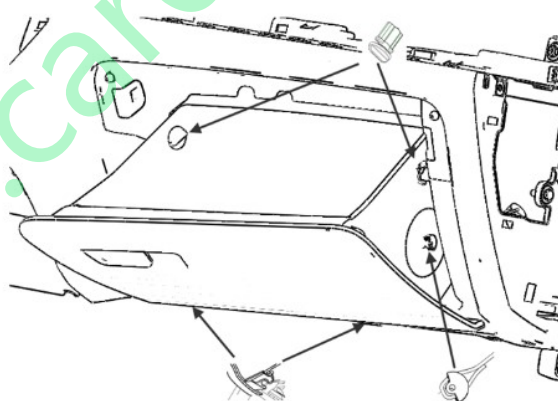

图 1.5.9 杂物箱总成拆卸示意图
- (1) 将杂物箱打开，然后在杂物箱右侧找到杂物箱气动弹簧拉绳，将拉绳再拉长一点使得其脱出杂物箱上的半圆结构，按图 1.5.9 所示脱开气动弹簧拉绳与杂物箱总成的连接；
- (2) 将杂物箱两侧的限位块通过旋转 90 度取出，使下本体不再对杂物箱有限位功能；
- (3) 将杂物箱总成转轴处与仪表板下本体配合紧固处沿 X 方向用力脱开，即可取出杂物箱总成。